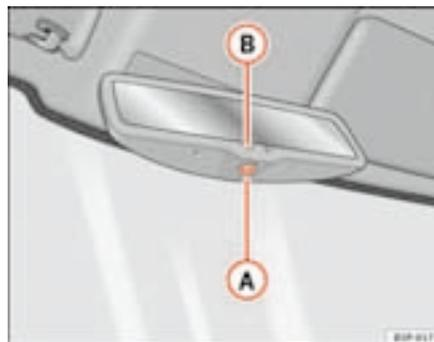

Fig. 69 Retrovisor interior con ajuste automático para posición antideslumbrante.
- Pulse la tecla **(A)** ⇒ fig. 69. El testigo de control **(B)** se apaga.
- Pulse la tecla **(A)** ⇒ fig. 69. El testigo de control se enciende.